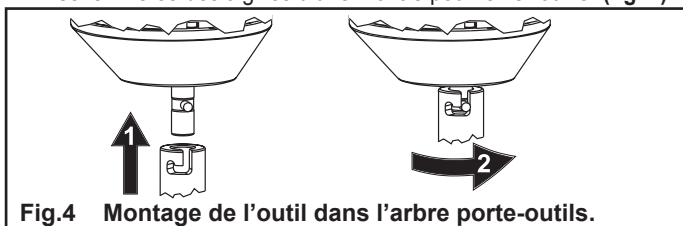

Fig.4 Montage de l'outil dans l'arbre porte-outils.
C. Emmancher l'outil dans l'arbre porte-outils et le faire pivoter dans le sens inverse des aiguilles d'une montre pour le verrouiller (fig. 4).